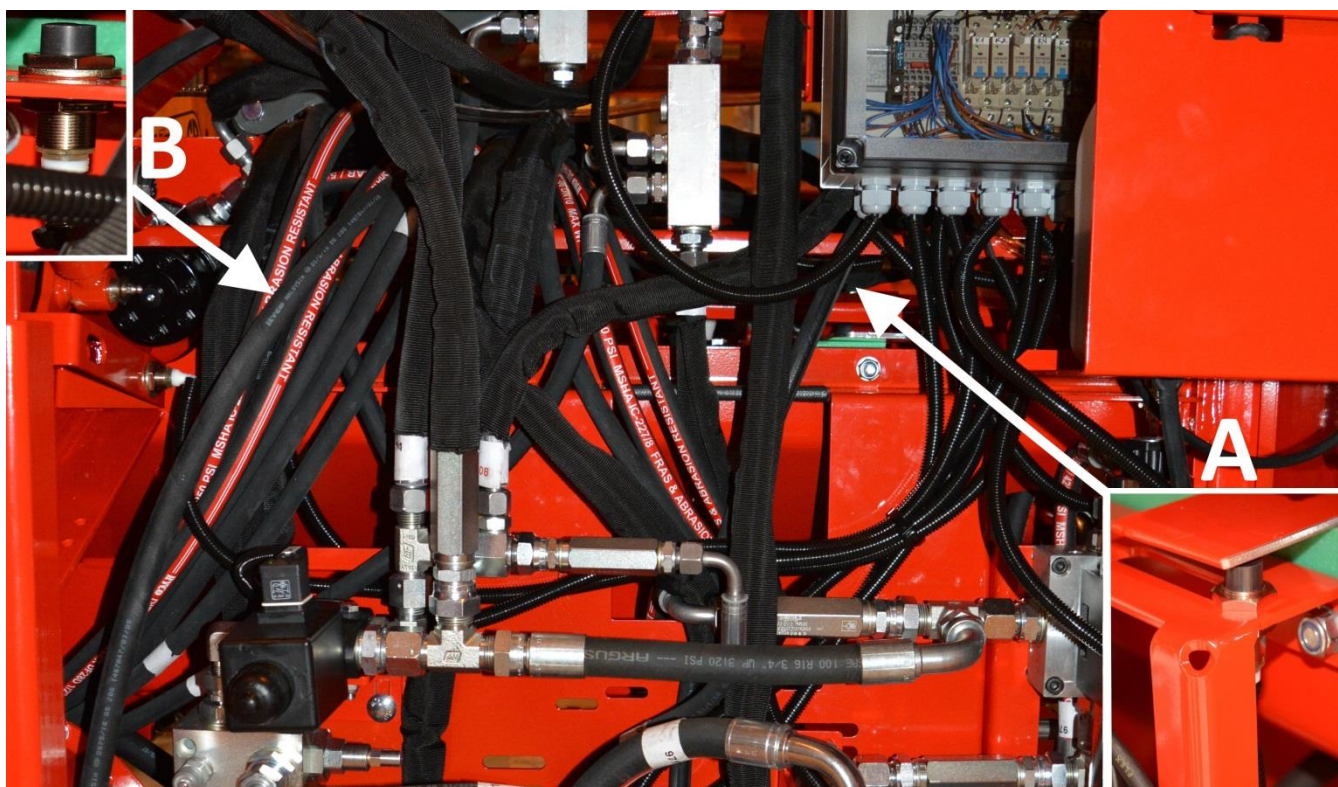

Bild 23.
Hakki Pilke 43-vedmaskinens klyvcylinder styrs elektroniskt med hjälp av sensorerna A och B på bild 23. Du kan justera klyvcylinderns slaglängd på följande vis:
2. Avlägsna maskinens skyddsplåt som på bild 23.
3. Med sensorn A (bild 23) fastställs punkten där klyvbalken stannar under returrörelsen. Ändra vid behov sensorns läge. Lossa först på sensorns fästmutter, flytta den och spänn fast den.
4. Med sensorn B (bild 23) fastställs punkten där klyvcylindern byter riktning under klyvrörelsen, dvs. hur nära klyvbalken klyvbettet går. Ändra vid behov sensorns läge enligt instruktionerna i punkt 3.